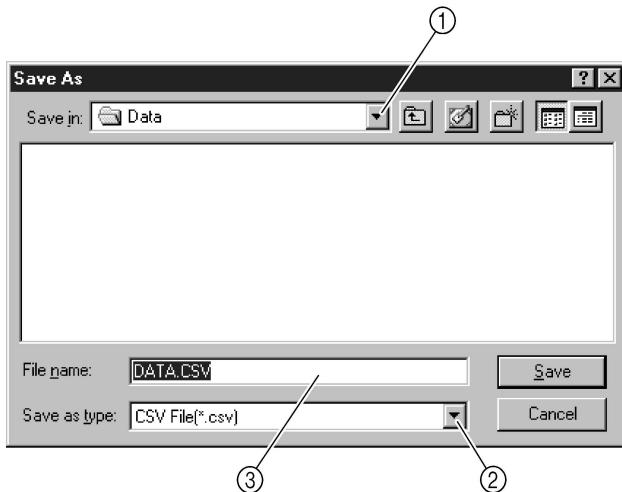

Fig. 30
2. Select the disk and folder where the data will be saved and specify its file name. (Fig. 30)
To cancel saving, click the **Cancel** button. (Fig. 30)
2. Sélectionner le disque et le dossier dans lequel les données seront enregistrées et indiquer son nom de fichier (Fig. 30).
- ① Choisir le dossier de destination
- ② Choisir le type des données
- ③ Saisir le nom du fichier
Pour annuler l'enregistrement, cliquer sur le bouton **Cancel** (Fig. 30).
2. Wählen Sie die Diskette und Datei in welcher die Daten gespeichert werden sollen und geben Sie einen Dateinamen ein. (Abb. 30)
- ① Wählen Sie eine Speicher-Datei aus
- ② Wählen Sie die Datenart
- ③ Geben Sie den Dateinamen ein
Um das Speichern abzubrechen, klicken Sie auf **Cancel**. (Abb. 30)
2. Seleccione el disco y la carpeta en la que desea guardar los datos y especifique el nombre de archivo. (Fig. 30)
- ① Escoja la carpeta en la que deseé guardar los datos
- ② Escoja el tipo de datos
- ③ Introduzca el nombre de archivo
Para cancelar la operación de guardar, haga clic en el botón **Cancel**. (Fig. 30)